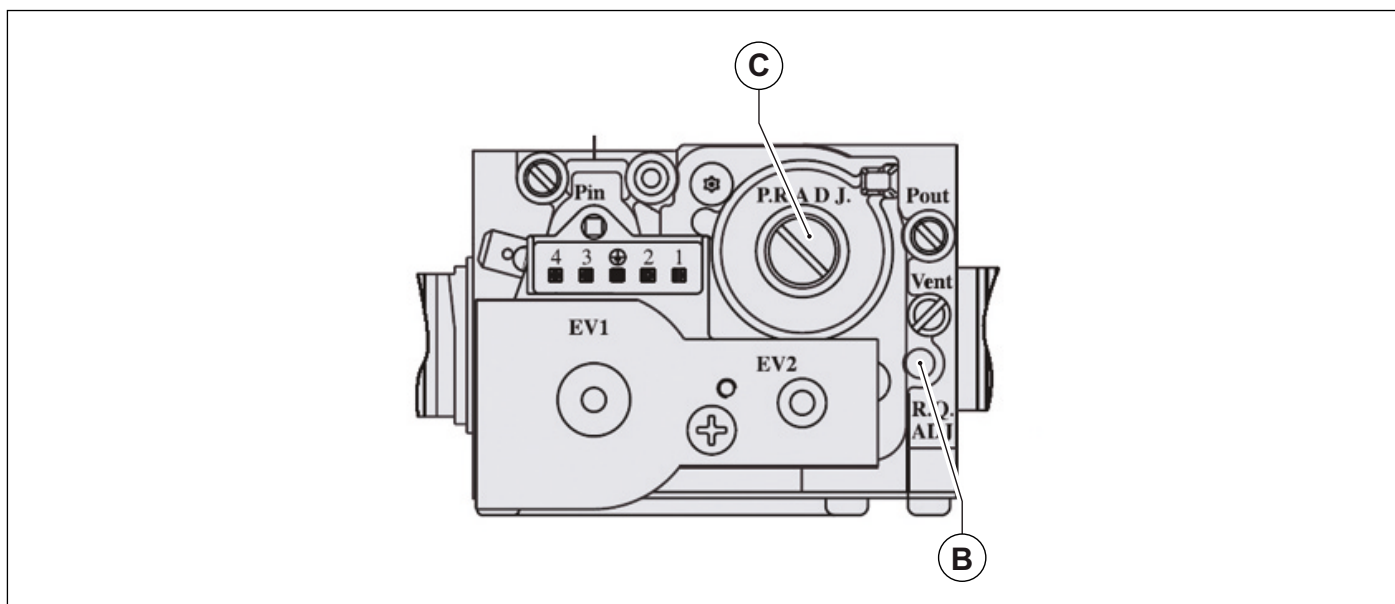

Abb. 30 Einstellen des Gas-Kombiventils
- Den CO₂ Wert mit einem Abgasanalysegerät messen und anpassen, an der kleinen Einstellschraube **B** an dem Gas-Kombiventil einstellen (siehe Abb. 30 Einstellen des Gas-Kombiventils) die Abgaswerte überprüfen/anpassen, siehe Tab. 20 CO₂-Werte. Das Gerät im Schornsteinfegerbetrieb belassen und zum nächsten Schritt „Einstellen der min. Brennerleistung“, übergehen.
- Den CO₂-Wert mit einem Abgasanalysegerät messen und anpassen, die Einregulierung der Gasmenge min. findet an der großen Schraube **C** des Gas-Kombireglers statt, Grenzwerte (siehe Abb. 30 Einstellen des Gas-Kombiventils) die Abgaswerte überprüfen/anpassen, siehe Tab. 20 CO₂-Werte.